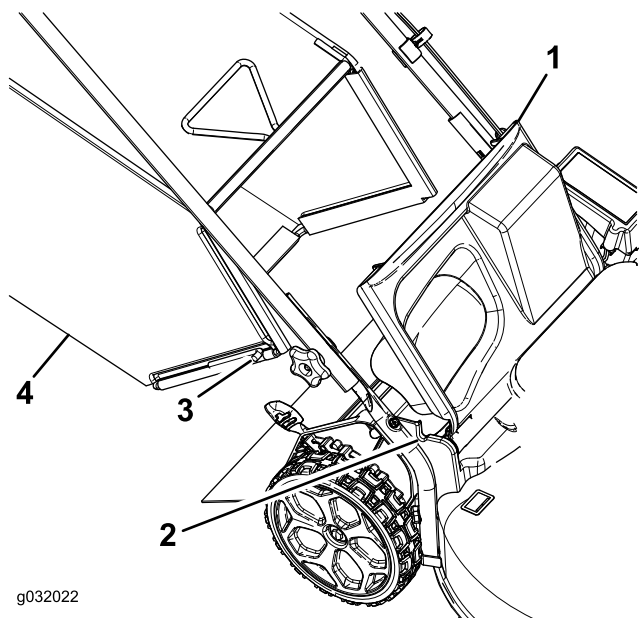

Figura 20
1. Levantar o defletor traseiro (Figura 20).
2. Insira as extremidades da barra do saco de relva nos entalhes dos suportes do manípulo (Figura 20).